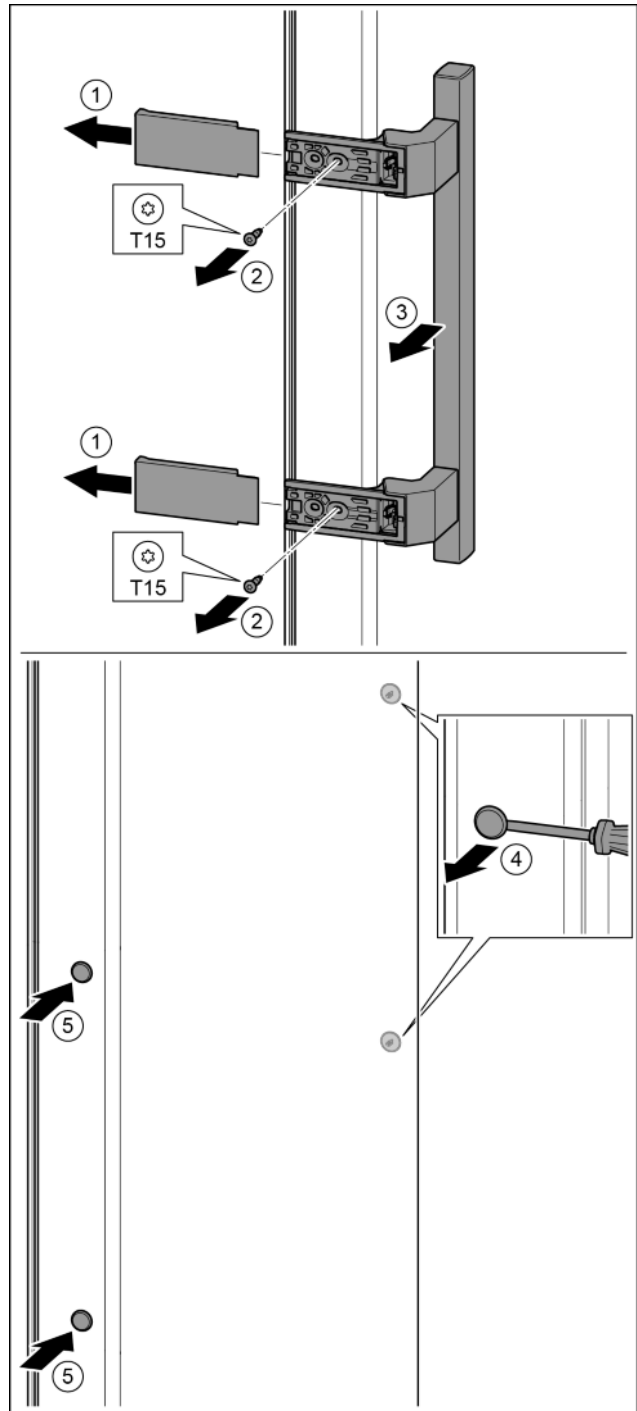

Fig. 19
- ▶ Stáhněte kryt. Fig. 19 (1)
- ▶ Šroubovákem T15 vyšroubujte šrouby. Fig. 19 (2)
- ▶ Sejměte madlo. Fig. 19 (3)
- ▶ Postranní zátku opatrně plochým šroubovákem nadzvedněte a vytáhněte. Fig. 19 (4)
- ▶ Zátku opět vložte na druhé straně. Fig. 19 (5)